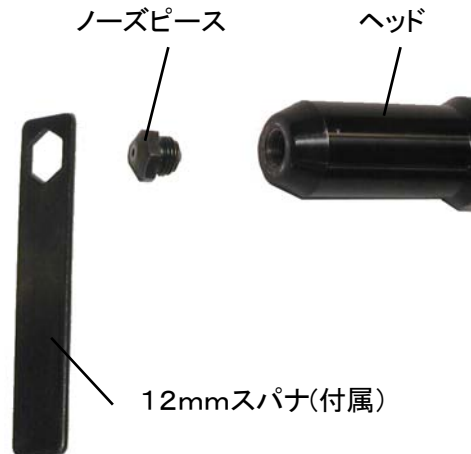

図7-5
(1) 12mm スパナ(付属)でノーズピースをヘッドから取り外してください。(図7-5)
(2) 指定のノーズピースをヘッドにしっかりと締め込んでください。